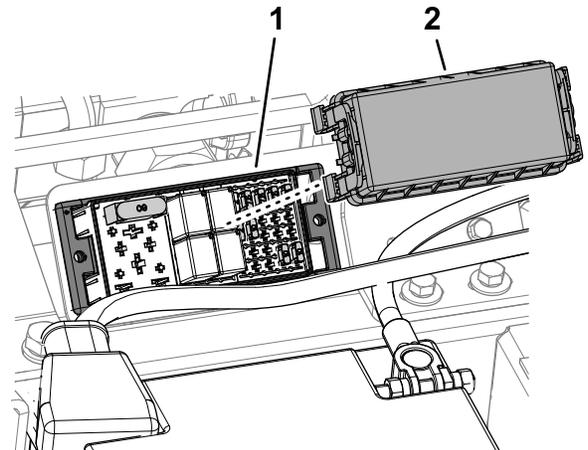

Figura 60
2. Remova a cobertura do bloco de fusíveis (Figura 60)
5. Instale a cobertura do bloco de fusíveis (Figura 60).